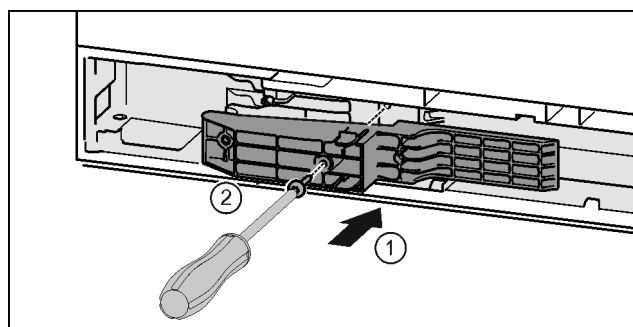

Fig. 45 *
- Поставете адаптерния елемент от страната на дръжката в прореза. Fig. 45 (1)*
- Затегнете винтовете с отвертка T15. Fig. 45 (2)*